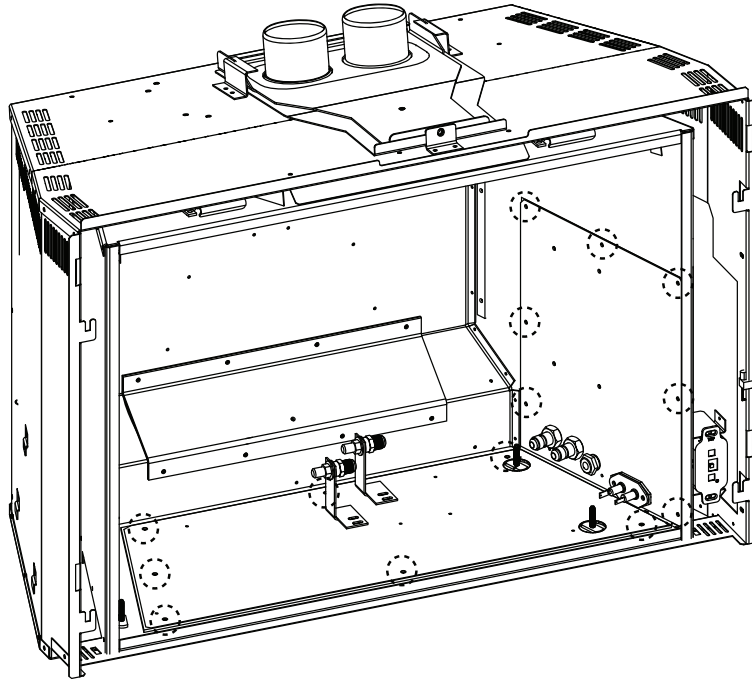

Fig. 6-2
- C. Retirez les 14 vis servant à fixer l'assemblage de la soupape en place (**Fig. 6-2**).